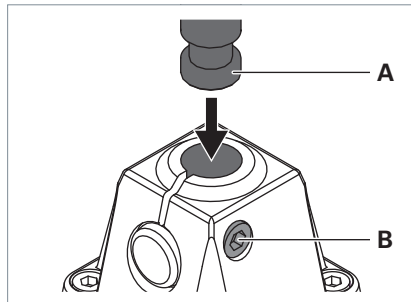

Fig. 3: Montare l'apparecchio d'illuminazione sull'elemento di fissaggio.
- Rimuovere la vite **B** dall'elemento di fissaggio, vedi Fig. 3.